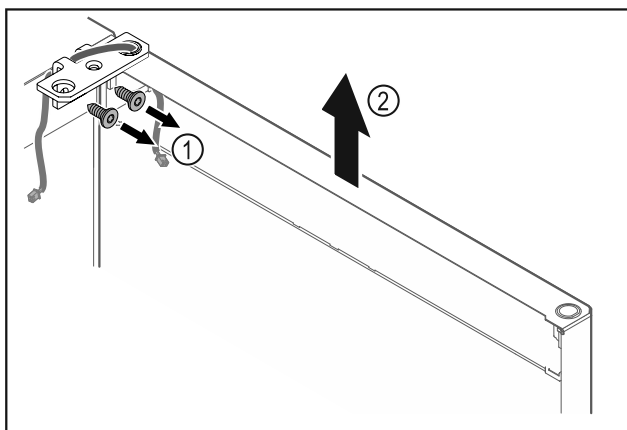

Fig. 15
- ▶ Odkręcić zawias Fig. 15 (1).
- ▶ Drzwi wraz z zawiasem należy podnieść prosto do góry o ok. Fig. 15 (2) circa 200 mm i zdjąć.